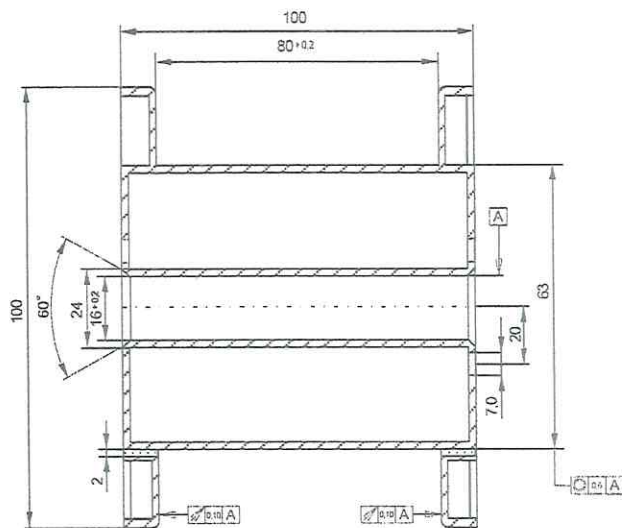

Рисунок 1 – катушка D100.
1. Катушка D100 с массой проволоки до 1,2кг. Размеры катушки Рисунок 1.